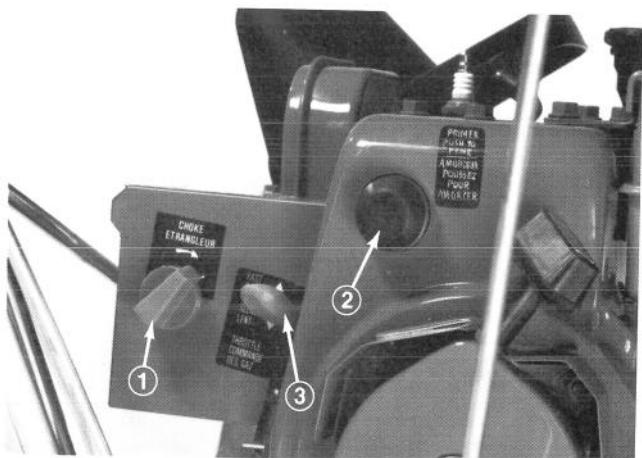

Abb. 21
- Die Drossel auf SCHNELL stellen (Abb. 21).
- Den Choke im Uhrzeigersinn völlig aufdrehen (Abb. 21).
5. Den Tupfer fünfmal betätigen (Abb. 21).
7. Wenn der Motor angesprungen ist, den Choke (Abb. 21) sofort in 3/4 Stellung bringen. Bei zunehmender Erwärmung des Motors den Choke zunächst auf 1/2 und dann auf AUS stellen. Wenn der Motor stottert, den Choke wieder auf 1/2 und dann auf AUS stellen, sobald er genügend warm ist.